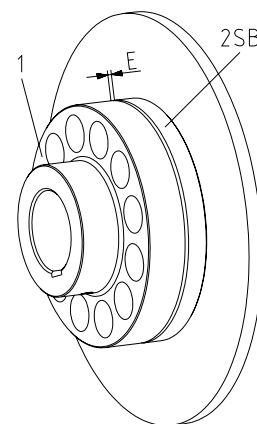

figura 10
- Desplace los elementos de transmisión hasta alcanzar la medida E (ver figura 10).